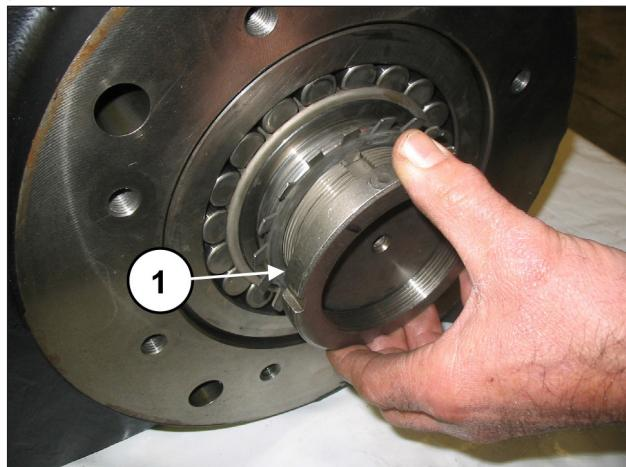
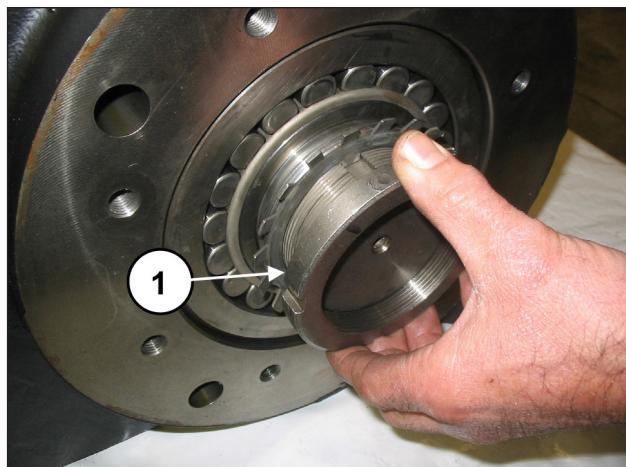
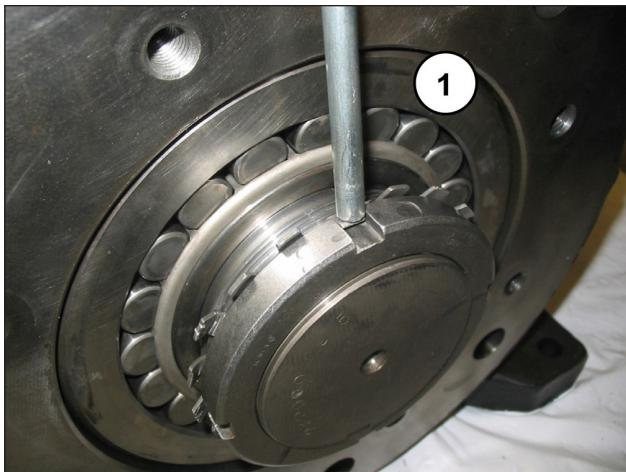

图 54
图 55
图 56
拧紧环形螺母, 插入安全垫圈(①, 图 54)并将环形螺母重新拧紧到底(①, 图 55), 然后弯曲垫圈的锁定键(①, 图 56)。